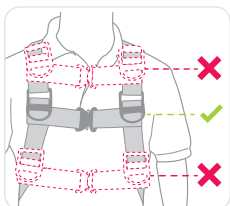

Figure 12
- La sangle thoracique doit être d'équerre avec le sternum (voir Figure 12).